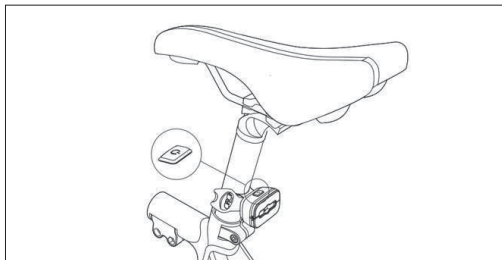

Abbildung 9-2
- Befestigen Sie das Rücklicht am Sattelrohr, wie in [Abbildung 9-2] gezeigt.